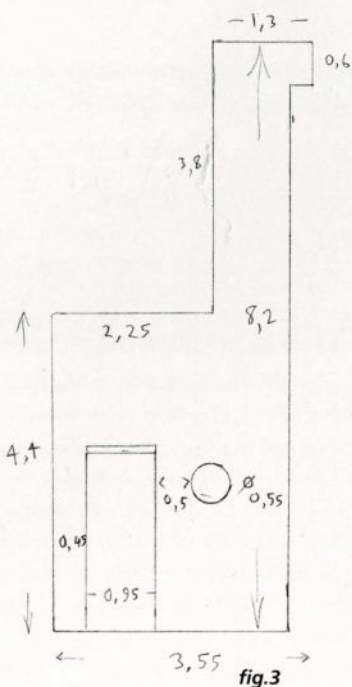

fig.3
19. A ce stade, nous doutions encore de la réussite de ce projet. Pour cette raison, nous avons d'abord constitué les parties latérales, du côté de l'escalier. A cet endroit, nous pouvions au moins disposer d'un angle droit comme point de chute. La partie du mur arrière qui est maintenant formé est un peu en retrait. Une autre partie du mur – celui près de la cheminée – est encore plus en retrait. Sur la figure 3, on voit les mesures pour la découpe de la plaque de briques et de la plaque de plasticard juste en dessous. Achevé, le tout doit s'ajouter dans le retrait de 1,2 mm avec la paroi arrière. Ensuite, nous découpons la paroi latérale en plasticard d'un mm d'épaisseur (voir figure 4). Ne recouvrez provisoirement pas de briques, pour le moment.